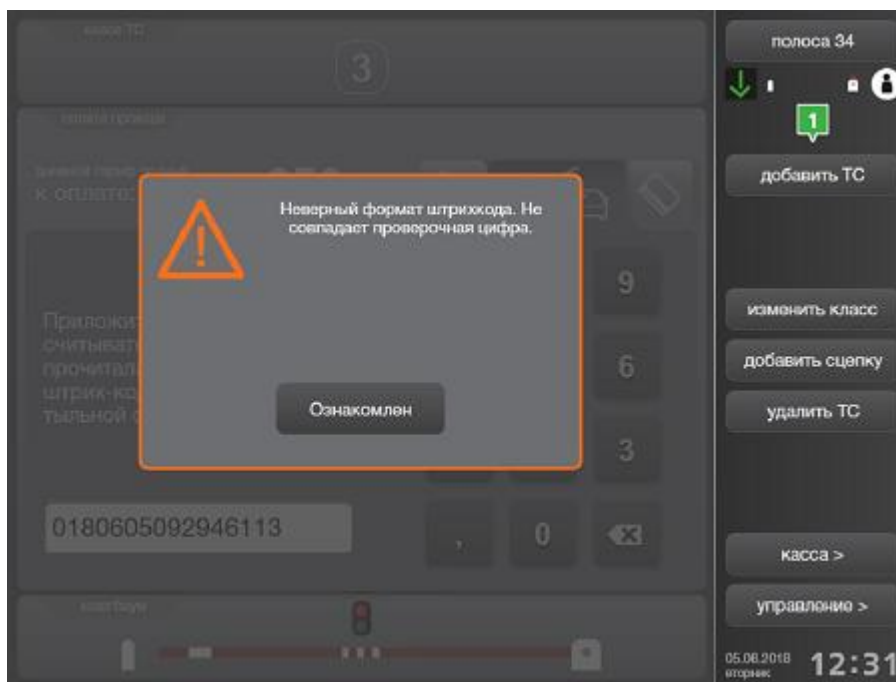

Рисунок 114. Ошибка при вводе номера чека
- 2) В случае отрицательного результата проверки отображается окно с текстом, поясняющим причину отказа (рис. 114).